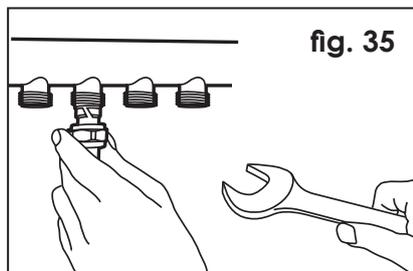
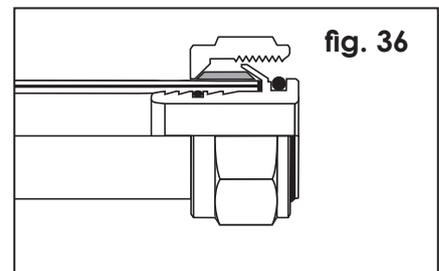
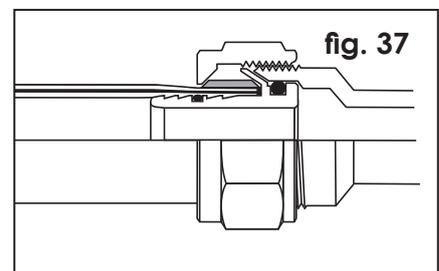

fig. 35
fig. 36
fig. 37
e) Verschraubung in das Gegenstück einstecken und die Überwurfmutter mit einem Drehmoment von 40 Nm anziehen (fig. 35). Hierbei darauf achten, dass das Rohr nicht aus der Stützhülse herausgezogen wird (fig. 36, fig. 37).